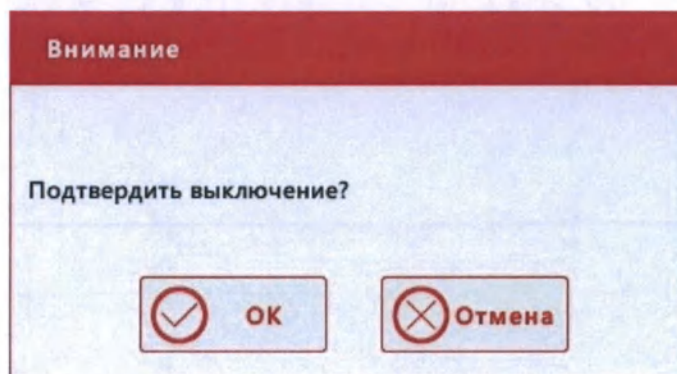

Рис.5.8-1 Окно подтверждения выключения анализатора
1. Раскройте **системное меню** анализатора, нажав на квадратную кнопку в левом нижнем углу экрана, и выберите пункт «**Выключение**». В центре экрана появится окно с запросом подтверждения выключения (Рис.5.8-1).